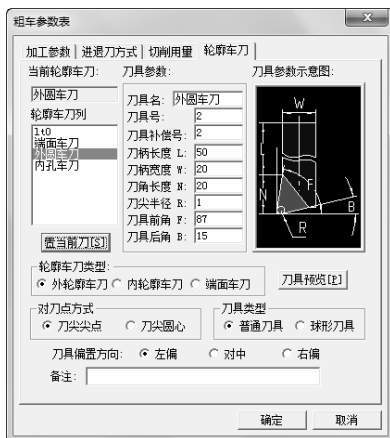

图 6-130 粗车外圆车刀参数设定
4) 单击“轮廓车刀”选项卡,如图 6-130 所示。选择刀具库中刀具方法如下:在“轮廓车刀列表”下面的复选框中直接单击“外圆车刀”按钮,使它变为蓝色,然后单击“置当前刀”按钮,即调出了上一节在刀具库中设置的外圆车刀,具体参数如图 6-130 所示。